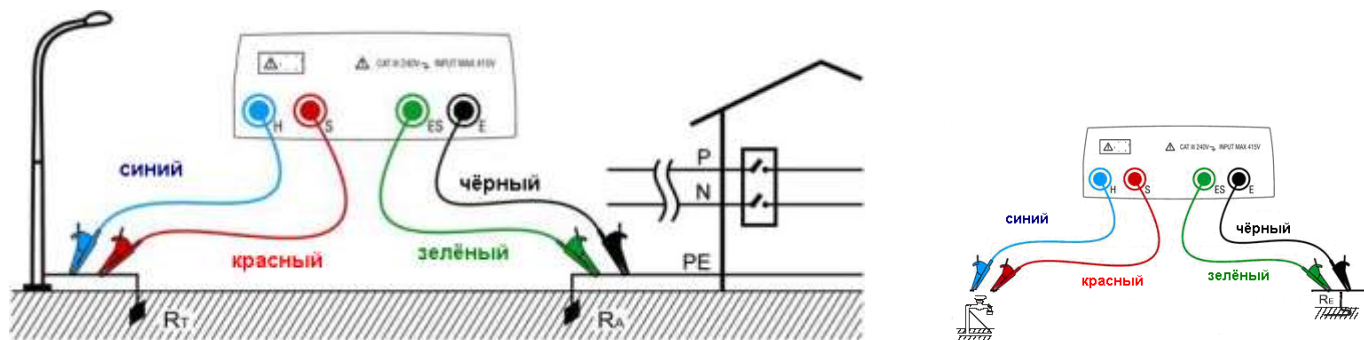

Рис. 3: Подключение прибора для измерения по 2-х полюсной схеме (EARTH 2W) (с использованием естественных вспомогательных электродов)
Например, в качестве вспомогательный электрода можно использовать водопроводный кран, металлический столб освещения или любую металлическую деталь, вкопанную в землю, при условии, что сопротивление заземления в этих случаях пренебрежимо мало (**рис. 3**).
Прибор отображает в качестве результата измерения - суммарное значение $R_A + R_T$ (см. рис. 3 и рис. 4). Поэтому достигнутое значение измерения - ближе к R_A (предполагаемое значение), отклонение тем незначительнее, чем незначительное величина R_T вспомогательного электрода относительно R_A . Кроме того, результат измерения будет увеличен "по соображениям безопасности" за счет влияния R_T , то есть если суммарный результат $R_A + R_T$ будет сопоставим с защитными проводниками, то отдельный R_A будет тем более сопоставим с истинным значением сопротивления заземления.
6. Подсоедините зажимы «крокодил» к вспомогательным естественным заземлителям и объекту тестирования, как показано на **рис.3** и **рис.4**.